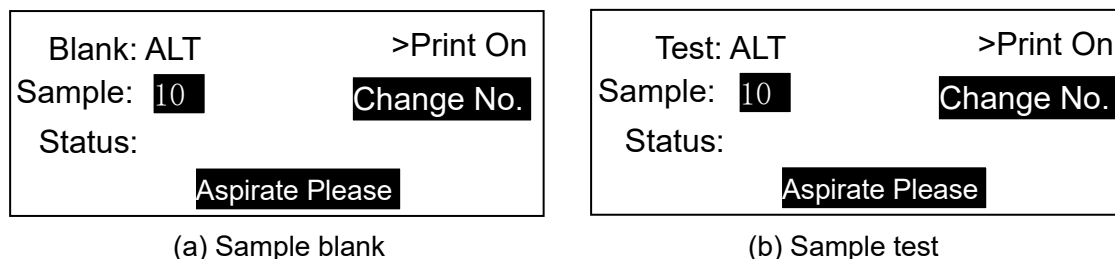

Figura 2-25 Sample test menu
Quando o branco da amostra é selecionado durante as configurações dos parâmetros, o branco da amostra é executado primeiro antes do teste da amostra, conforme a figura 2-25(a). Quando nenhum branco ou branco do reagente é escolhido, ele já foi concluído durante o teste do branco anterior e entrará diretamente no menu do teste, conforme a figura 2-25(b).
- a) Confirme o número da amostra (o número da amostra exibida é o número da amostra a ser testada) e abra ou feche a função de impressão online usando a tecla  conforme a figura 2-25.